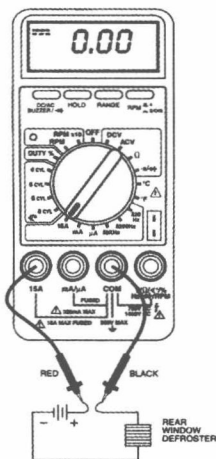

图 1-1-11 测量直流电流
(3) 根据图 1-1-11 所示,简述使用数字式万用表测量直流电流挡的操作步骤。